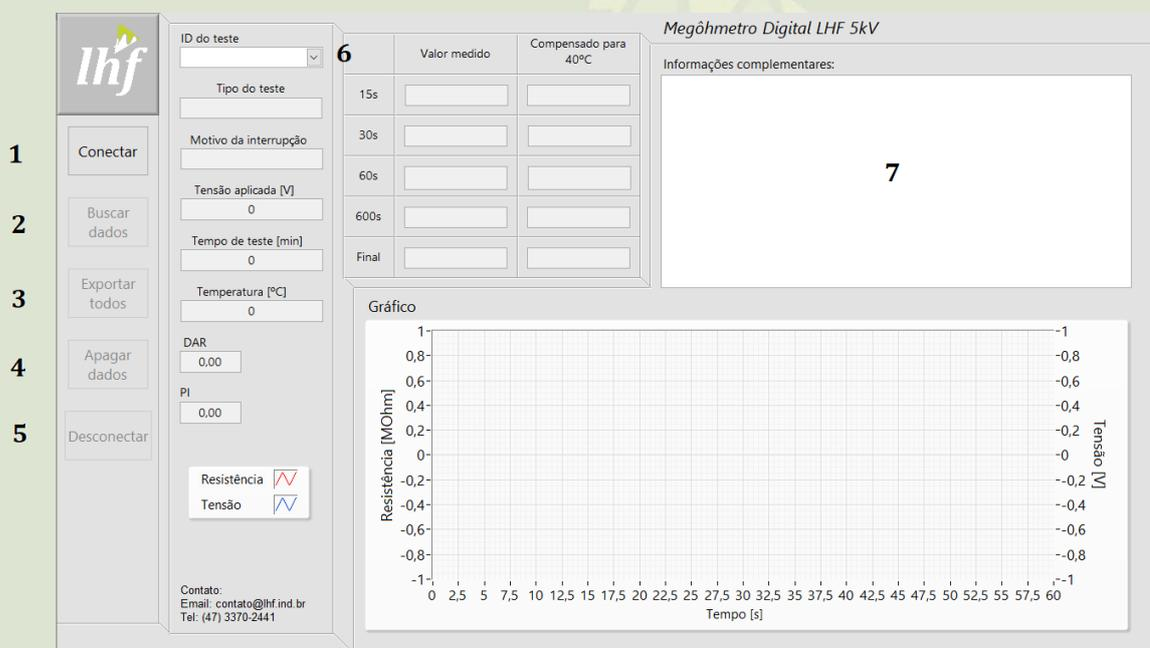

Figura 1 – Interface do usuário.
Passo 2: Clique em “Conectar”, identificado como “1” na figura 1.